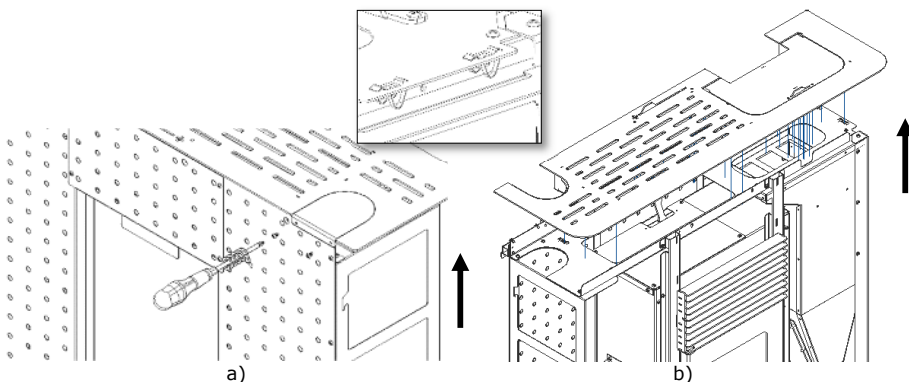

Figura 66 - Retirada de la tapa superior
a) Retire la tapa superior del equipo. En primer lugar, tiene que retirar la tapa pequeña que se encuentra fija en la parte posterior aflojando los dos tornillos (Figura 66-a). Posteriormente, mueva la tapa, haciendo fuerza en el sentido indicado. No se necesita ninguna herramienta, ya que la tapa tiene un sistema de encaje rápido mediante muelles (Figura 66-b).